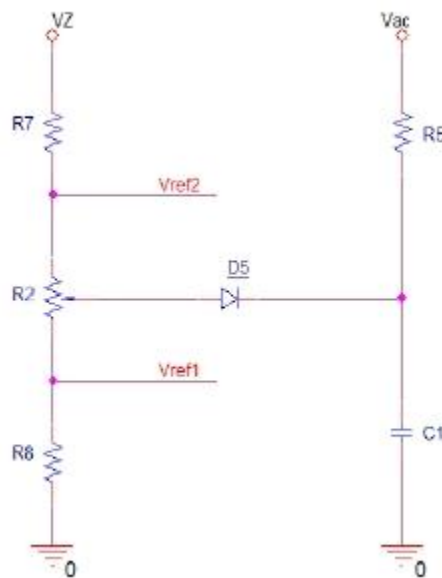

Figura 3
En la Figura 3 se observa el circuito analizado. Aplicando Kirchoff y formando un sistema de dos ecuaciones con dos incógnitas es posible determinar el valor de R7 y R8, teniendo en cuenta los valores de  $V_{ref}$  medidos:  $V_{ref1} = 7,3V$ ,  $V_{ref2} = 12,85V$  y  $V_Z = 16V$